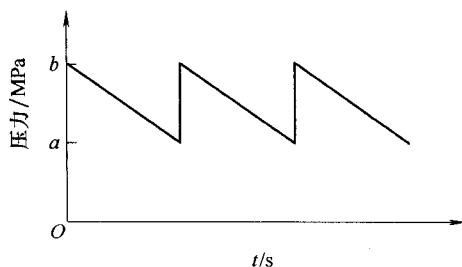

图 2
(3) 压缩空气的衰减 在空气等离子弧切割中,利用空气压缩机提供压缩空气作为工作气体和排除熔化金属的气流,而空气压缩机提供的空气压力不是一个恒定值,而是一个周期性的衰减过程(见图2)。如果切割时的空气压力设为 $a \sim b$ 值,那么在由 b 值衰减至 a 值的过程中,等离子弧的聚积能力也随之减弱,造成弧柱的挺直度变差,弧柱变短,形成两端带锥度、中间粗大的等离子弧柱。在弧柱变短的过程中,如果带锥度的弧柱段处在工件的板厚之间,就会形成切割面倾斜的现象(见图3);如果中间粗大的弧柱段处在工件的板厚之间,就会形成切割面凹陷的现象(见图4)。因此切割时压缩空气的压力应保证弧柱的挺直度,同时压力的设置应在一个